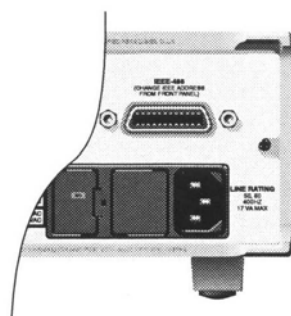

Рисунок 11-3
1. Соединить коннектор кабеля с коннектором, расположенным на задней панели. Коннектор сконструирован так, что его можно подключить только в одном положении. Рисунок 11-3 показывает местоположение IEEE-488 коннектора.